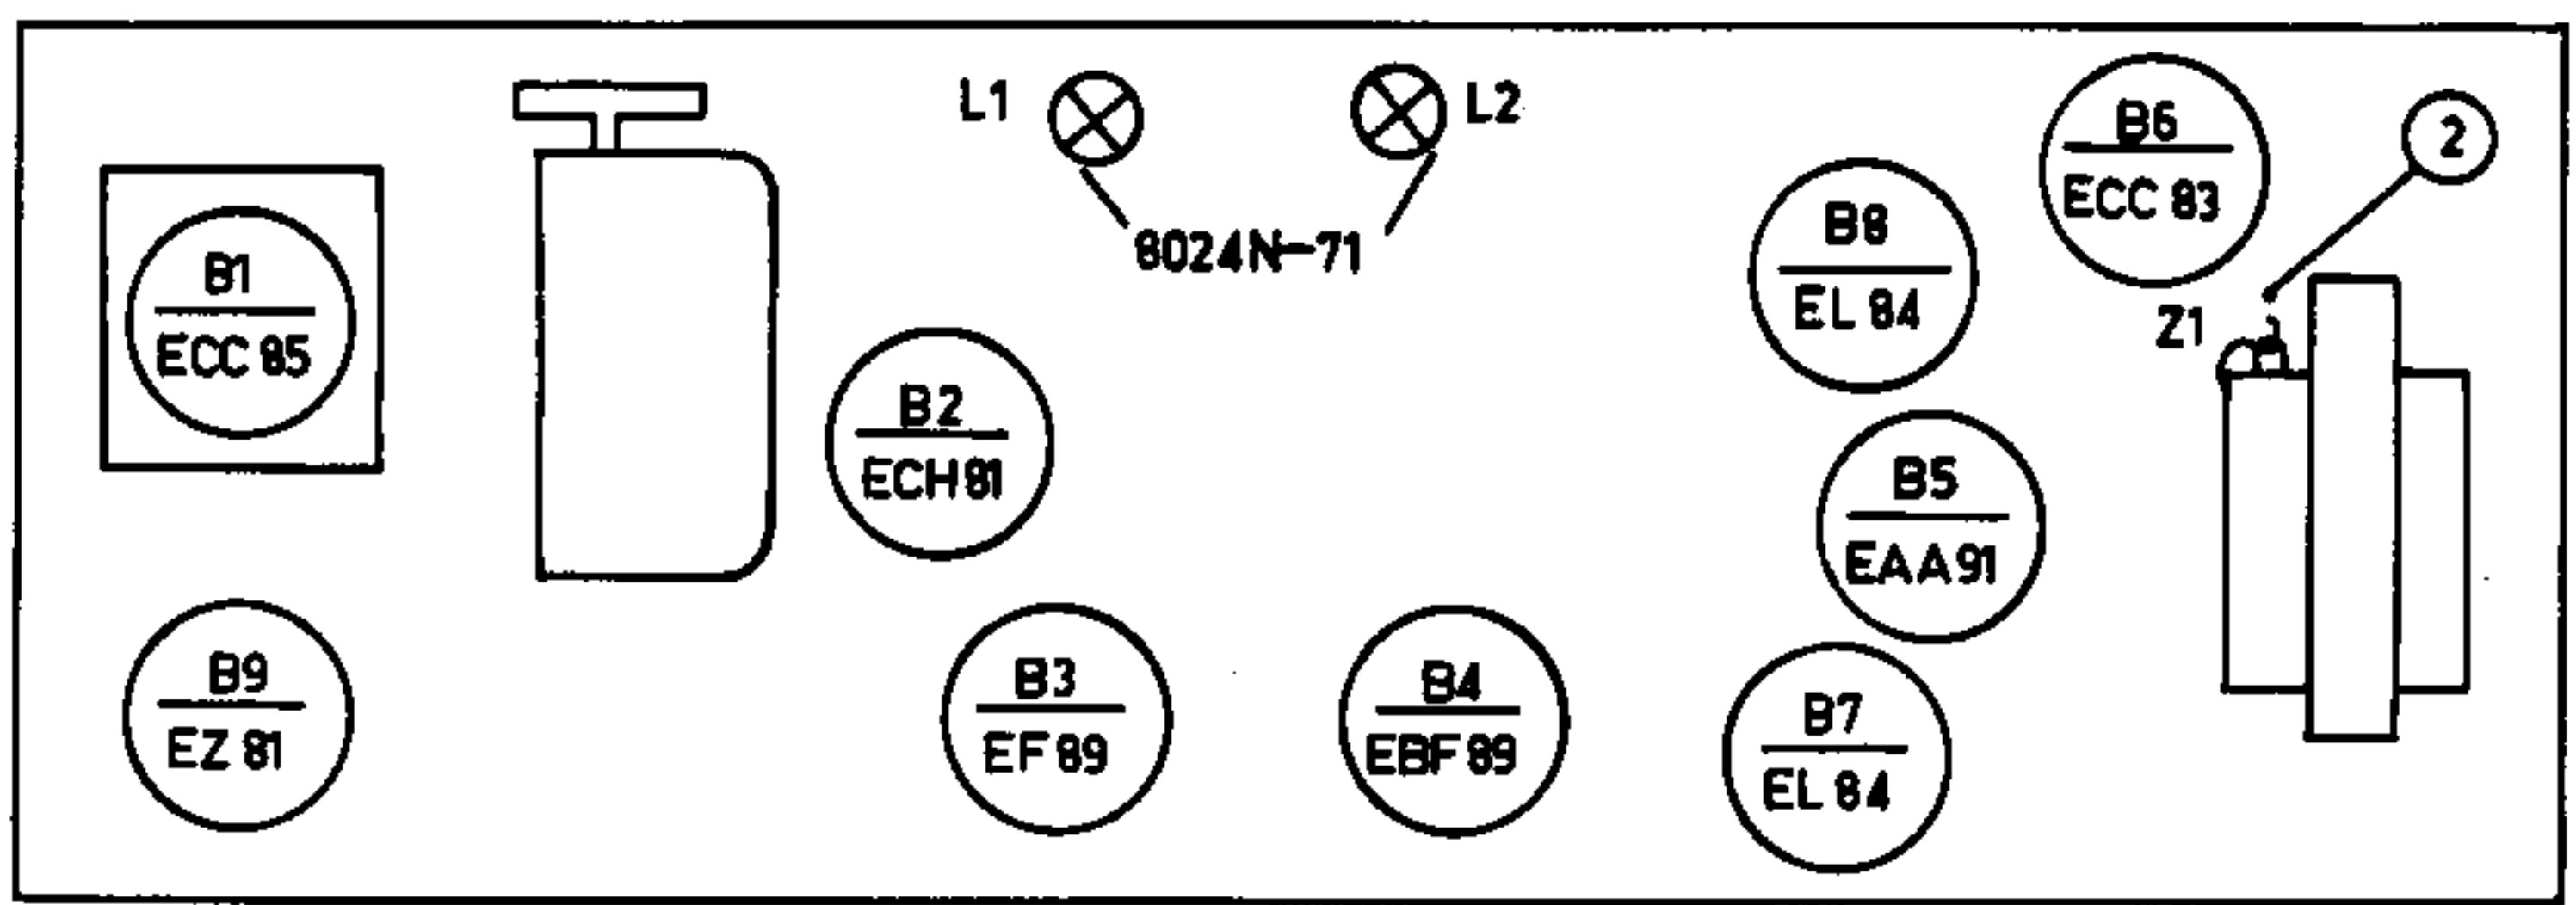

FIG.1
- a. Ga na of de spanningscarrousel goed is ingesteld (zie post 1, fig. 1)
- b. Ga na of de smeltveiligheid in orde is (zie post 2, fig. 1)
- c. Ga na of de buizen goed zijn aangedrukt en of ze op de juiste plaats staan (zie fig. 1)
Vervang de gelijkrichtbuis B9 (zie fig. 1)